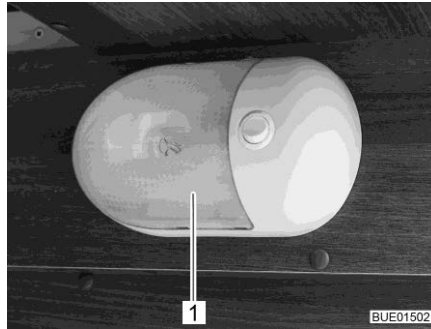

Fig. 315 Lámpara de montaje en superficie
- Comprimir la cubierta transparente (Fig. 315,1) con precaución de ambos lados, retirarla ligeramente del interruptor y quitarla hacia delante.